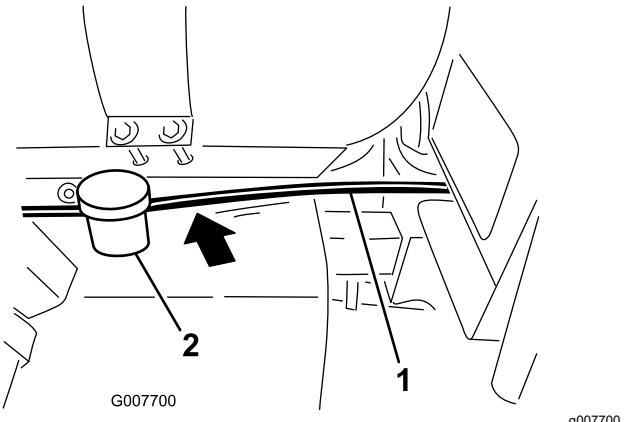

Рисунок 6
1. Проложите трубы регулировки плотности пены длиной 4,9 м вперед от кронштейна бака и компрессора (расположенного под баком с химикатами и позади топливного бака) вдоль швеллера рамы машины и к месту под опорой сиденья (Рисунок 6).